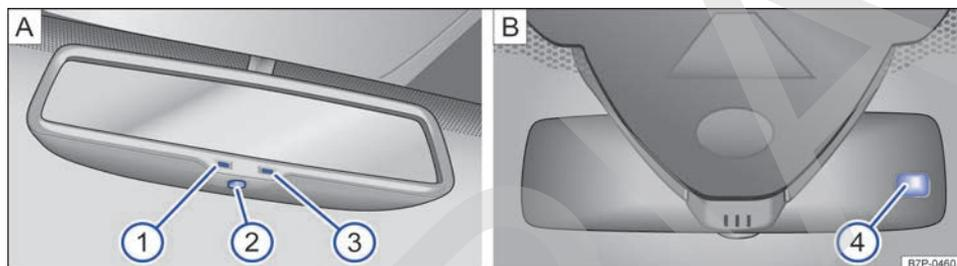

Fig. 115 En el parabrisas: retrovisor interior antideslumbrante automático.
Leyenda de la fig. 115:
- ① Testigo de control
- ② Botón
- ③ Sensor para detectar la incidencia de la luz por detrás
- ④ Sensor para detectar la incidencia de la luz por delante
La función antideslumbrante automática se puede activar y desactivar pulsando el botón del retrovisor interior → fig. 115 A ②. Cuando está activada, se enciende el testigo de control → fig. 115 A ①.